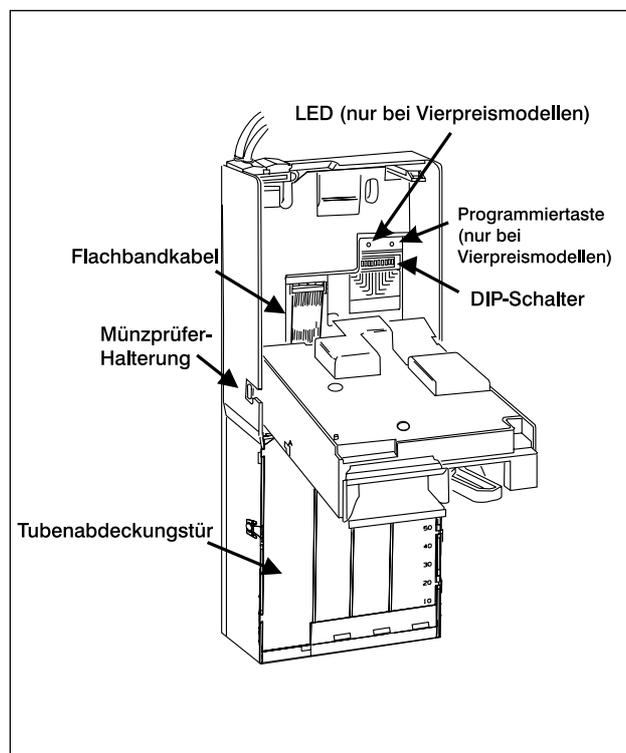

Abbildung 2
4. Das Münzprüfermodul wieder in den Geldwechsler einsetzen und nach vorne kippen. Dann die Flachbandkabelverbindung zum GW wiederherstellen (vgl. Abb. 2).
7. Die gewünschten Verkaufspreise und Funktionen am Geldwechsler einstellen (vgl. Abb. 2). Weitere Informationen dazu finden Sie im Teil 3 dieses Handbuches unter "Einstellung der Verkaufspreise" und "DIP-Schalter".
Hinter dem Münzprüfermodul, auf der rechten Seite des GW-Gehäuses, befinden sich zwölf DIP-Schalter (vgl. Abb. 2). Die ersten acht DIP-Schalter dienen zur Einstellung der Verkaufspreise (siehe "Einstellung der Verkaufspreise" im nachfolgenden Abschnitt dieses Handbuchs).
4. Zur Speicherung des eingestellten Preises und der Funktionen die PROGRAMMIERTASTE KURZ DRÜCKEN (siehe Abb. 2). Die LED neben der Programmieraste und die "ABEGZÄHLTES GELD EINWERFEN"-Lampe am Verkaufautomaten blinken nun.